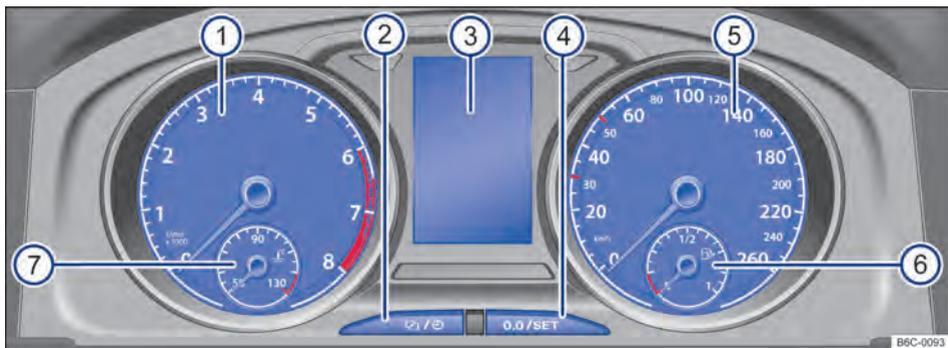

Fig. 10 Instrumento combinado no painel de instrumentos (variante 2).
Explicações sobre os instrumentos → Fig. 9 e → Fig. 10:
Dependendo da versão do veículo, o indicador do nível de combustível pode estar localizado no visor do display → Fig. 9 ③ ou no velocímetro → Fig. 10 ⑥.
Dependendo da versão do veículo, o indicador de temperatura do líquido de arrefecimento do motor pode estar localizado no visor do display → Fig. 9 ③ ou no tacômetro → Fig. 10 ⑦.